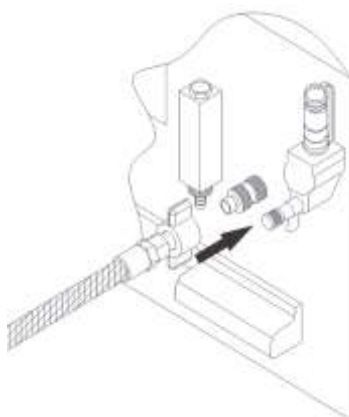

Figura 108 – Ligação para operação da válvula de oxigênio passiva
- Através de uma mangueira de pressão de nylon trançada 250 PSI atóxica, conectar a saída do fluxômetro da rede do veículo ou cilindro de oxigênio hospitalar ao niple da válvula de entrada de oxigênio da incubadora, conforme figura 108.